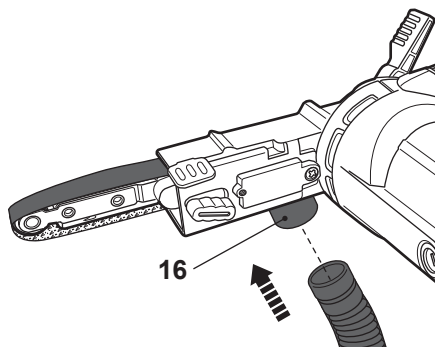

Fig. 12
Alternativamente, é possível conectar um sistema de extração de pó ou um aspirador adequado na saída de extração de pó (16) para manter a área de trabalho mais limpa e segura (Fig. 12).